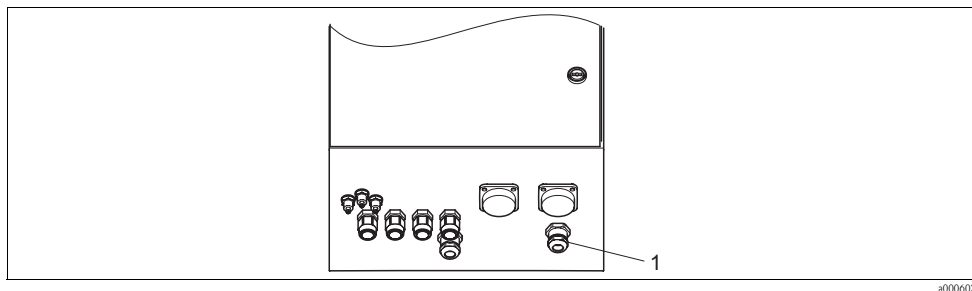

Abb. 22: Durchführung Niveausonden-Kabel
1. Führen Sie die Kabel der Niveausonden für Puffer und Reiniger durch die Dreifach-Pg-Verschraubung hinter dem Multischlauch-Anschluss (siehe Abb. 22).